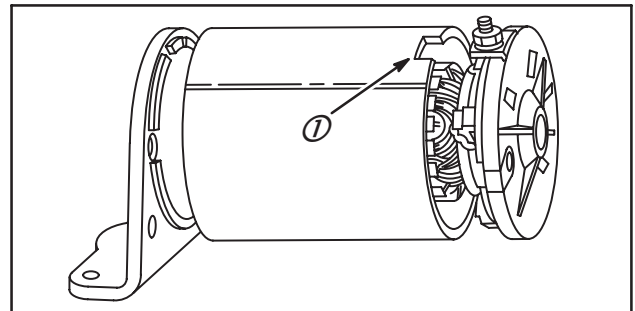

Fig. 80
Le corps de démarreur possède une encoche (1) qui laisse le passage à une borne isolée, Fig. 80.